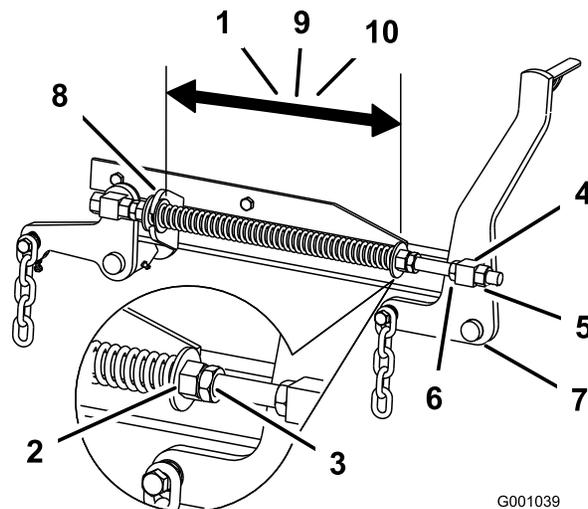

Figura 100
2. Verificate la distanza tra le 2 rondelle grandi, deve essere pari a 28,2 cm per i piatti di taglio da 132 cm, 26,7 cm per i piatti di taglio da 152 cm, o 29,2 cm per i piatti di taglio da 183 cm (Figura 100).
3. Regolate questa distanza allentando il controdado per molla e girando il dado davanti ad ogni molla (Figura 100).
4. Bloccate il dado serrando il controdado della molla (Figura 100).